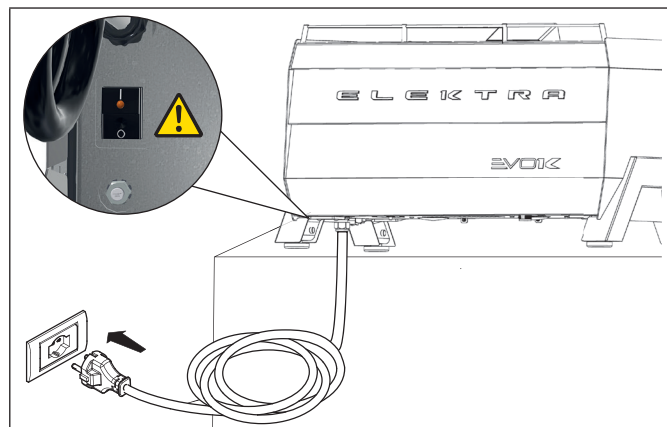

Fig. 06
4. Nel caso la macchina disponga di un cavo in uscita con presa di tipo schuko (**Fig. 06**), collegarla direttamente alla presa di alimentazione dell'utente.